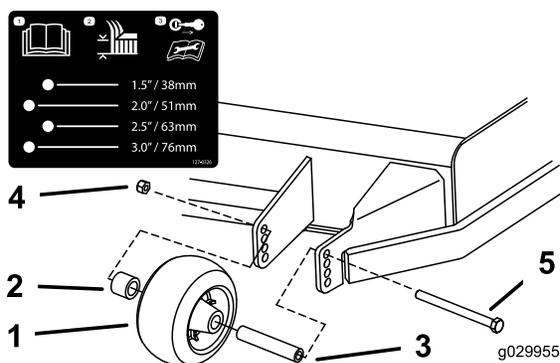
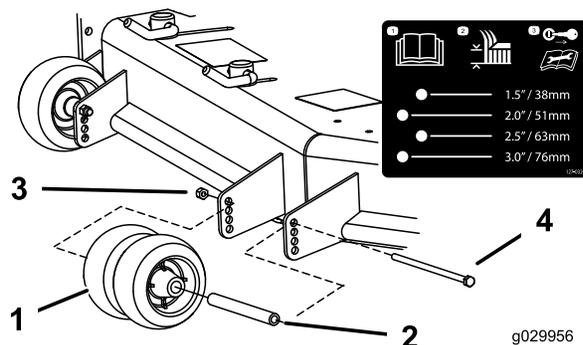
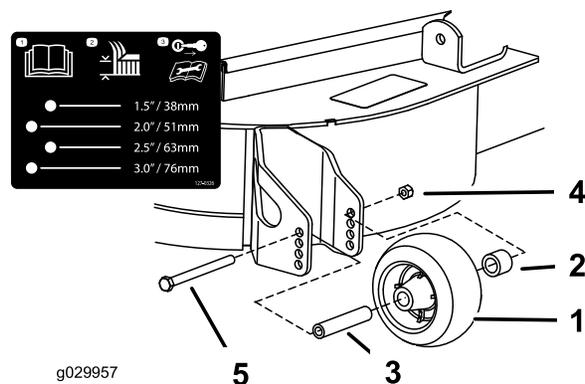

図 30
図 31
図 32
3. 図 30、図 31および図 32に示すように、アンチスカルローラを調整する。